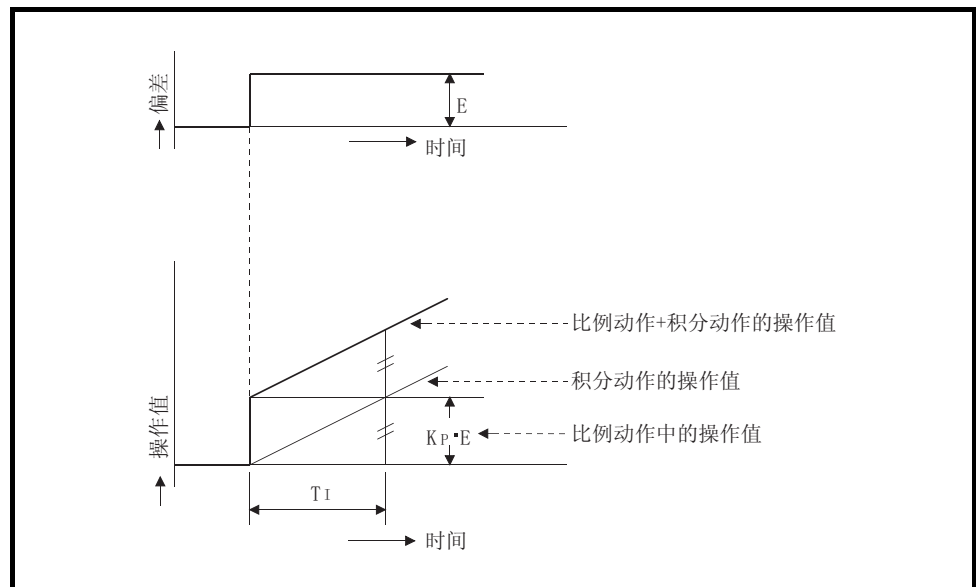

图 1.9 阶跃响应时的积分动作
- (2) 在积分动作中，从产生偏差起至积分动作操作值达到比例动作操作值为止所需要的时间称为积分时间，以 T_I 表示。
- (3) 偏差为恒定值的阶跃响应时的积分动作如图 1.9 所示。
- (4) 积分动作可与比例动作组合使用以执行 PI 动作，与比例动作及微分动作组合使用以执行 PID 动作。